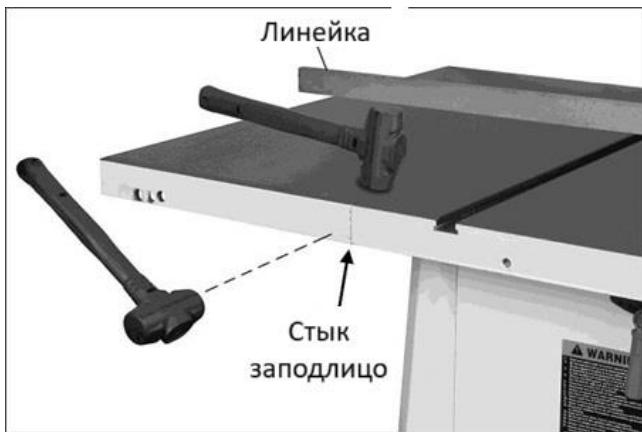

Рис. 6-5: выравнивание расширения стола, метод 1
##### **Метод 1 (см. рис. 6-5):**
3. Положите линейку на рабочий стол станка и расширение так, чтобы она заходила за край расширения, как показано на рис. 6-5.